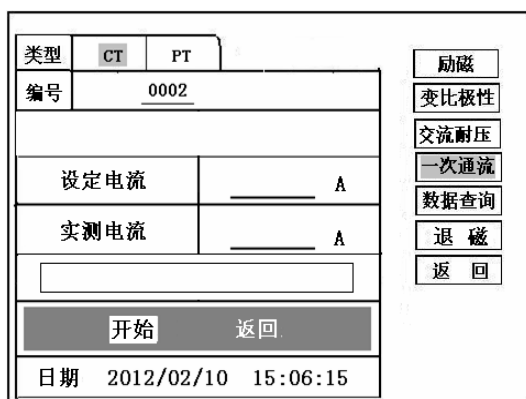

图 14、CT 一次通流测试界面
- 1) 设置好通流电流 0~600A，如图 14。 2) 开始试验：